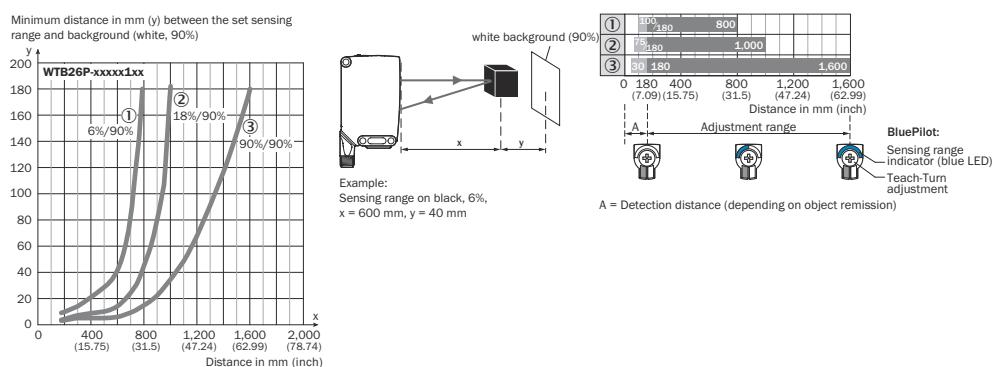

Figura 64: Curva característica 1, WTB26P-xxxxx1xx, luz roja
La distancia mínima (=  $y$ ) para la supresión de fondo puede determinarse a partir del diagrama [figura 64 ①] de la forma siguiente: